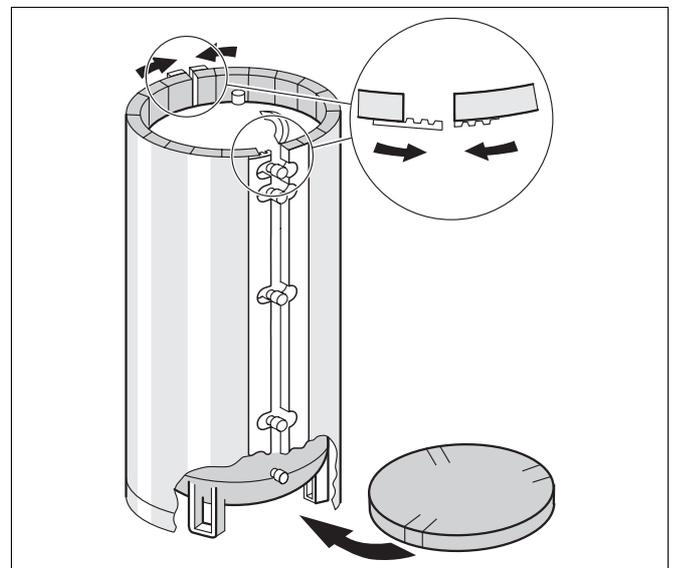

Abb. 9 Montage Wärmeschutz (Prinzipabbildung)
- Entsprechend den Speicheranschlüssen und dem Lochbild die Wärmeschutzmatten deckungsgleich am Speicherkörper anlegen (Abb. 9).
- Verschließen Sie zuerst den Wärmeschutz auf der Rückseite des Speichers (Anschlussseite) entsprechend der Detailskizze in Abb. 9.